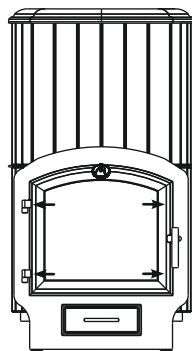

Рисунок 4. Места установки винтов
1. открутить винты 4 шт., которыми прикрепляется рамка с дверцей к топливному каналу, и снять ее (см. рисунок 4);